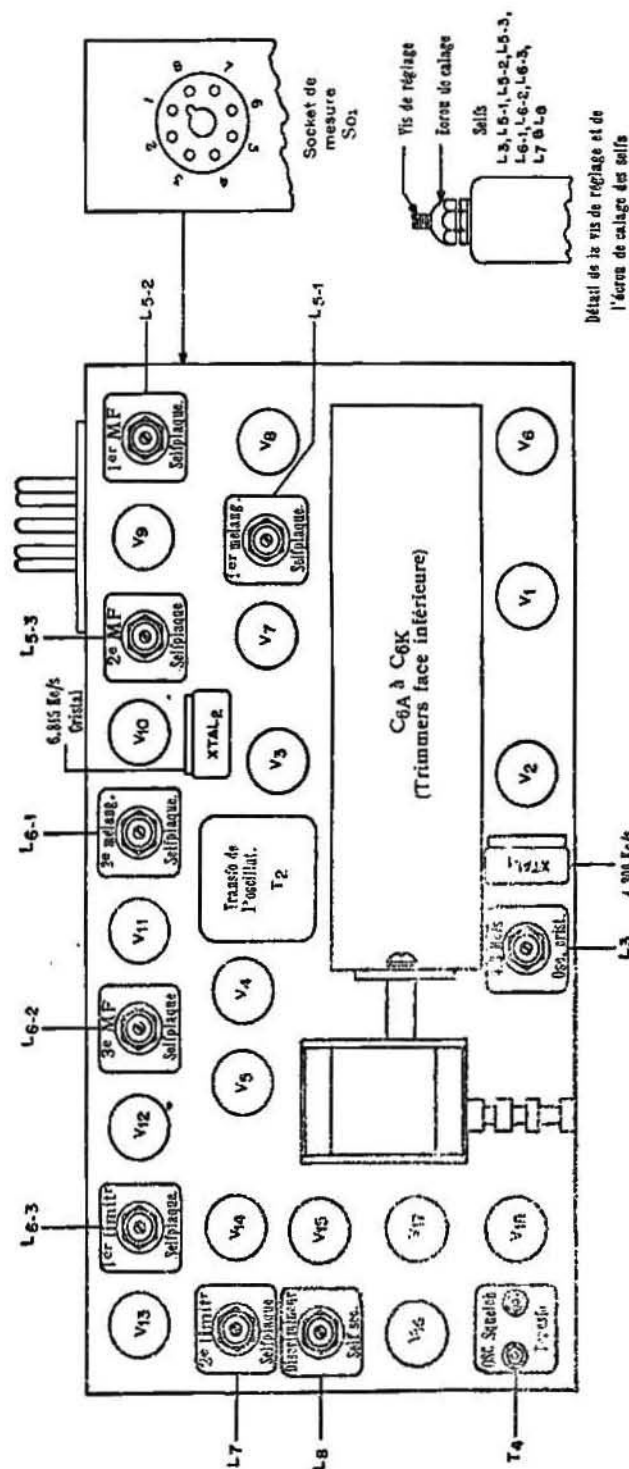

Fig. 19. — Emetteur-récepteur radio BC-1000-A. — Détails pour le réglage. — Vue du dessus.
- e) Relâcher les écrous de calage d'ajustement sur les selfs L_1 , L_{2-1} , L_{2-2} , L_{3-1} , L_{3-2} , L_{4-1} , L_{4-2} , L_5 et L_6 (voir fig. 19, les emplacements de tous les réglages). Relâcher tout juste assez pour permettre le réglage de la vis.
4. Pour aligner l'émetteur-récepteur « BC-1000-A », effectuer les opérations suivantes dans l'ordre indiqué (voir fig. 19 et 20 pour les emplacements de tous les réglages).